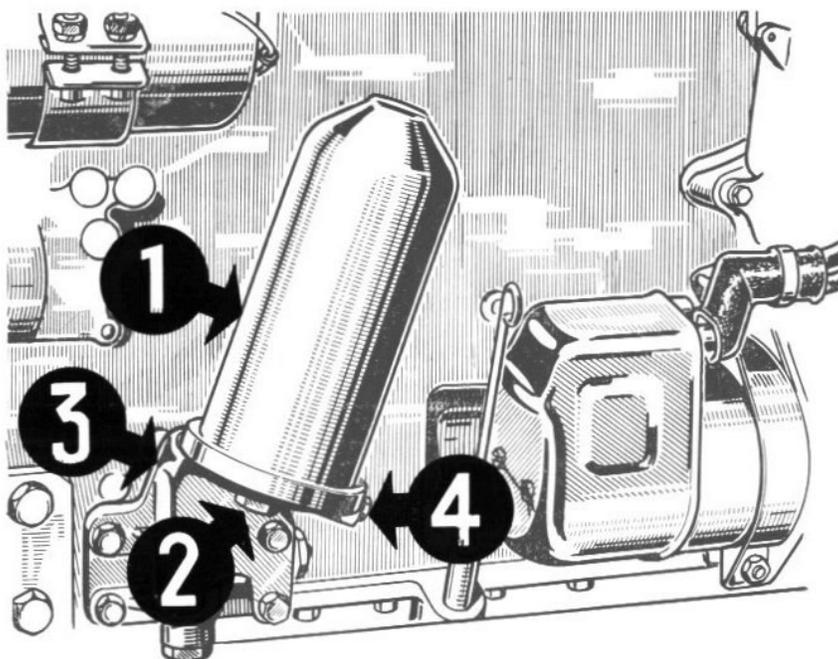

FIG. 23. - Filtre régénérateur.
- a) vidanger l'huile par le bouchon (rep. 4, fig. 23)
- b) démonter la cloche (rep. 1, fig. 23), après desserrage de la vis rep. 2, fig. 23